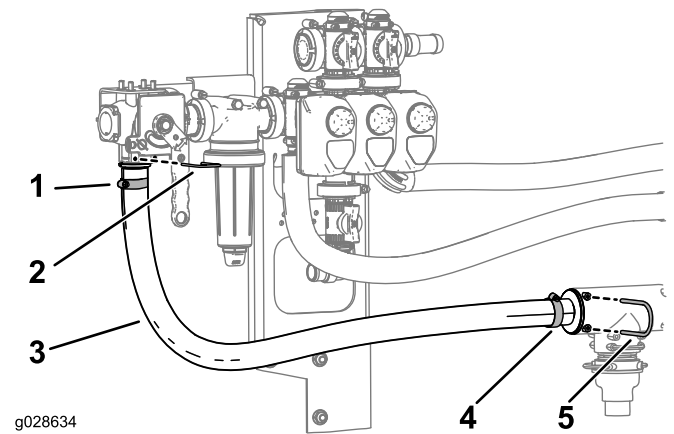

Bild 20
- Verlegen und befestigen Sie den Druckschlauch, wie in Bild 20 abgebildet.